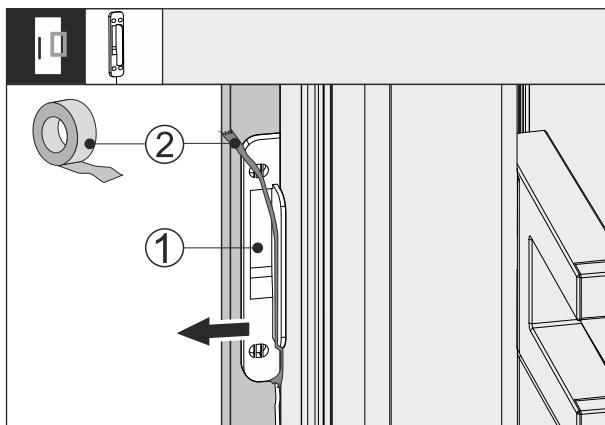

Fig. 64
- ▶ Odstranite lepilni trak Fig. 64 (2) s senzorja trkanja Fig. 64 (1).